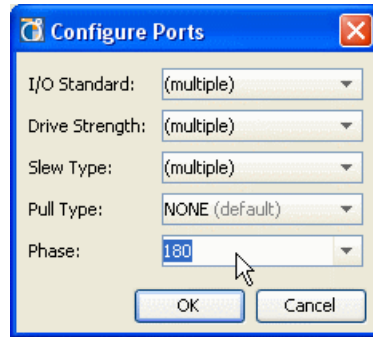

図 8-32 : [Configure Ports] ダイアログ ボックス
2. [I/O Ports]、[Package Pins]、または [SSN Results] ビューで [Configure I/O Ports] をクリックします (257 ページの図 8-32)。